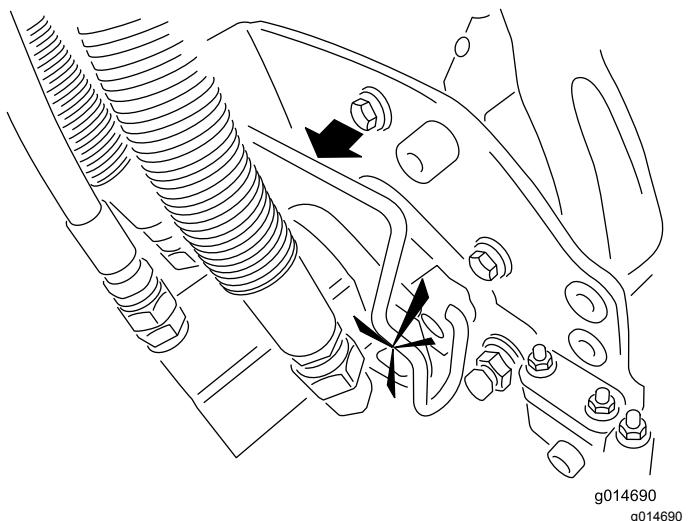

Figura 46
5. Cubra el eje acanalado del motor de la unidad de corte con grasa limpia (Figura 46).
6. Introduzca el motor en el lado izquierdo de la unidad de corte (visto desde el puesto del operador) y tire de la barra de retención del motor en la unidad de corte hacia el motor hasta que oiga un “clic” en ambos lados del motor (Figura 46).